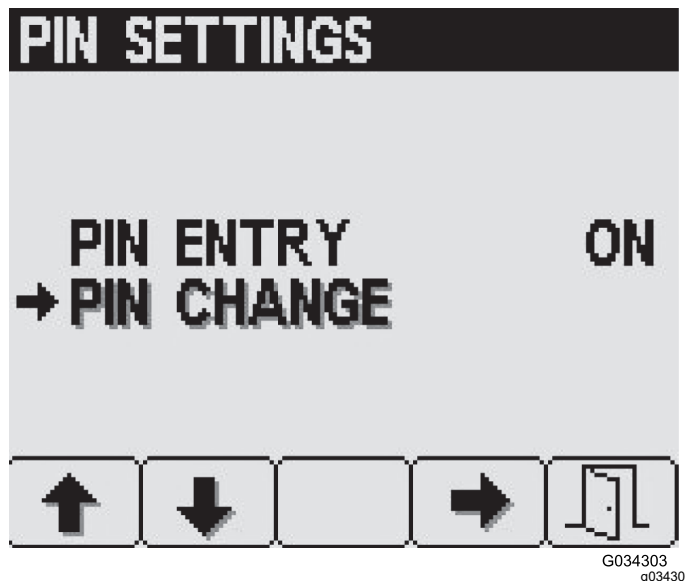

Рисунок 26
1. Нажмите кнопку 1 или 2 для выбора пункта PIN CHANGE (ИЗМЕНЕНИЕ ПИН-КОДА) (Рисунок 26).
2. Нажмите кнопку 4 для выбора пункта PIN CHANGE (ИЗМЕНЕНИЕ ПИН-КОДА) (Рисунок 26).